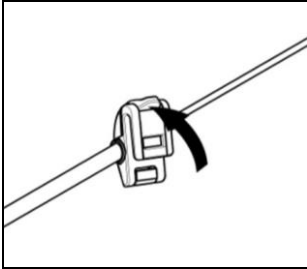

Abb. 24
- Öffnen Sie auf den auf dem Mikrophonbügel angebrachten Clip, indem Sie diesen wie auf Abb. 24 dargestellt anheben. Um das Öffnen zu erleichtern, verwenden Sie, falls erforderlich, das (mitgelieferte) Flachkopfwerkzeug.